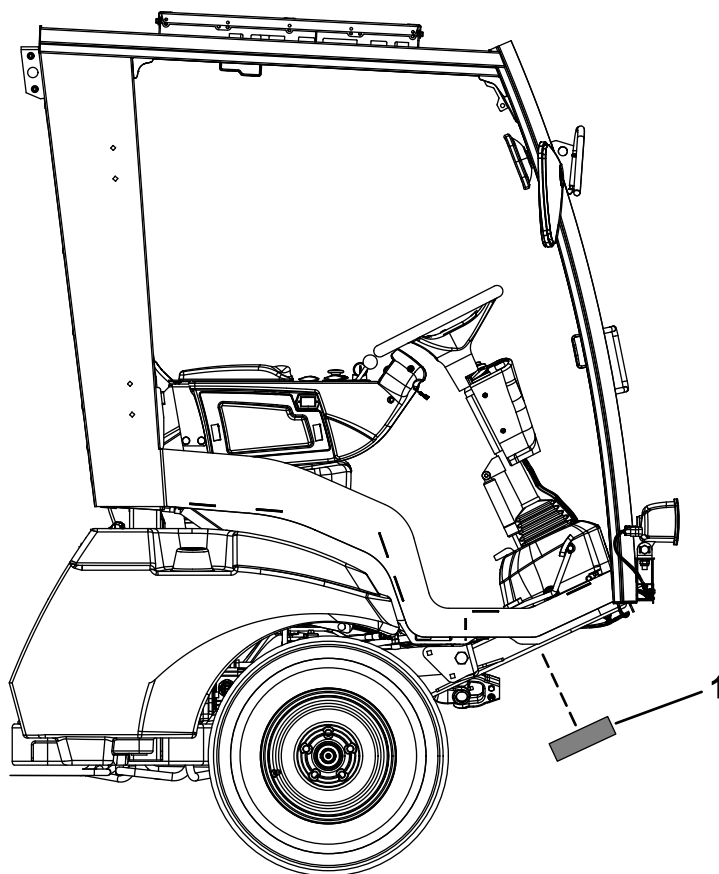

Figura 44
5. Instalați placuța pe șasiu (Figura 44).